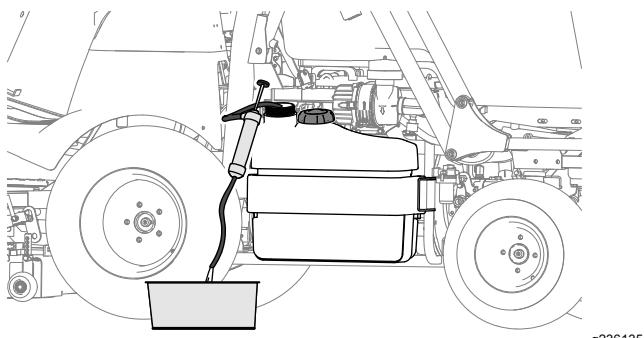

図 73
- 長期間にわたって機械を使用しない場合には、ポンプなどを使って燃料タンクを空にしておいてください図 73。
- 燃料系統を汚染してしまった場合にも、ポンプなどを使って燃料タンク図 73を空にしてください。そしてきれいな軽油でタンクの内部を洗浄してください。